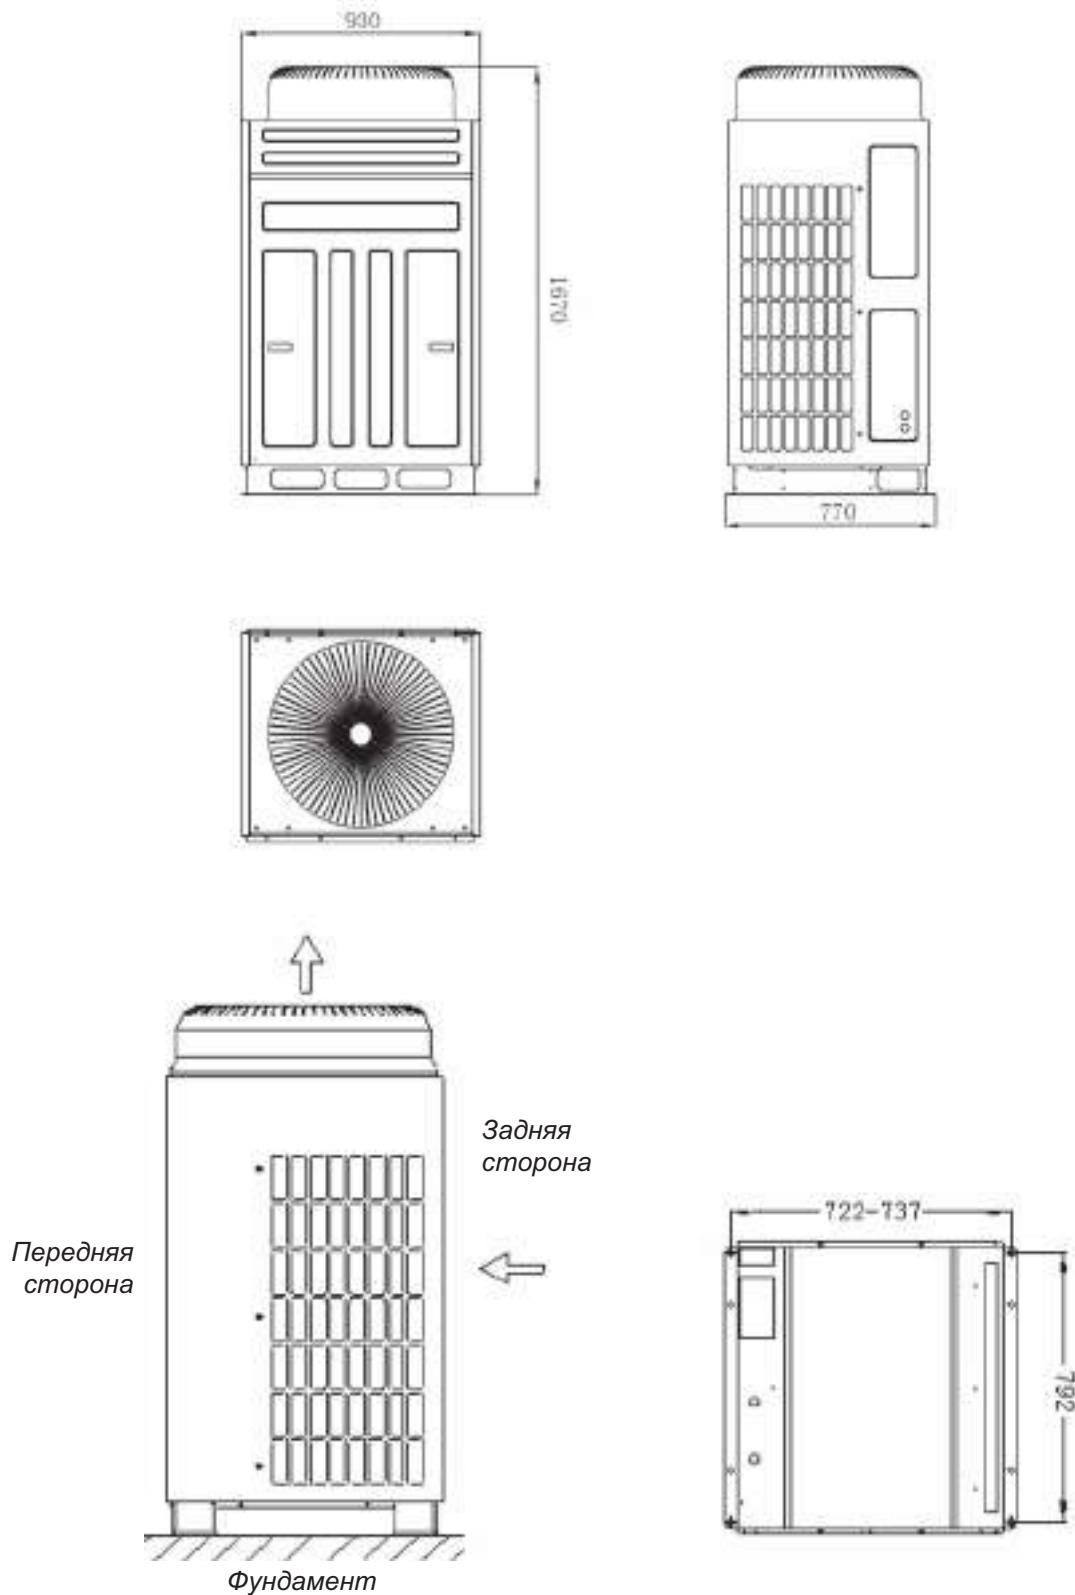

Рис. 9.1
9.1.1 Габаритные и установочные размеры наружных блоков моделей GMV-Pdm224W / NaB-M и GMV-Pdm280W / NaB-M (рис. 9.1).